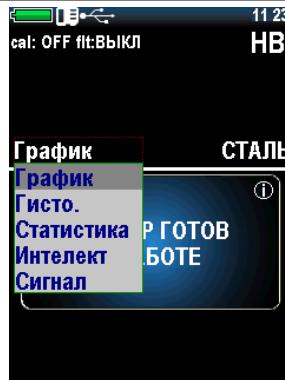

Рисунок 2.8 – Выбор режима измерения
7. Выбрать нужный режим измерения (см. п. 2.3.6), для чего нажатием клавиши «» открыть меню выбора (рис. 2.8), где клавишами «» и «» выбрать нужный режим («ГРАФИК», «ГИСТО.», «СТАТИСТИКА», «ИНТЕЛЛЕКТ», «СИГНАЛ»).